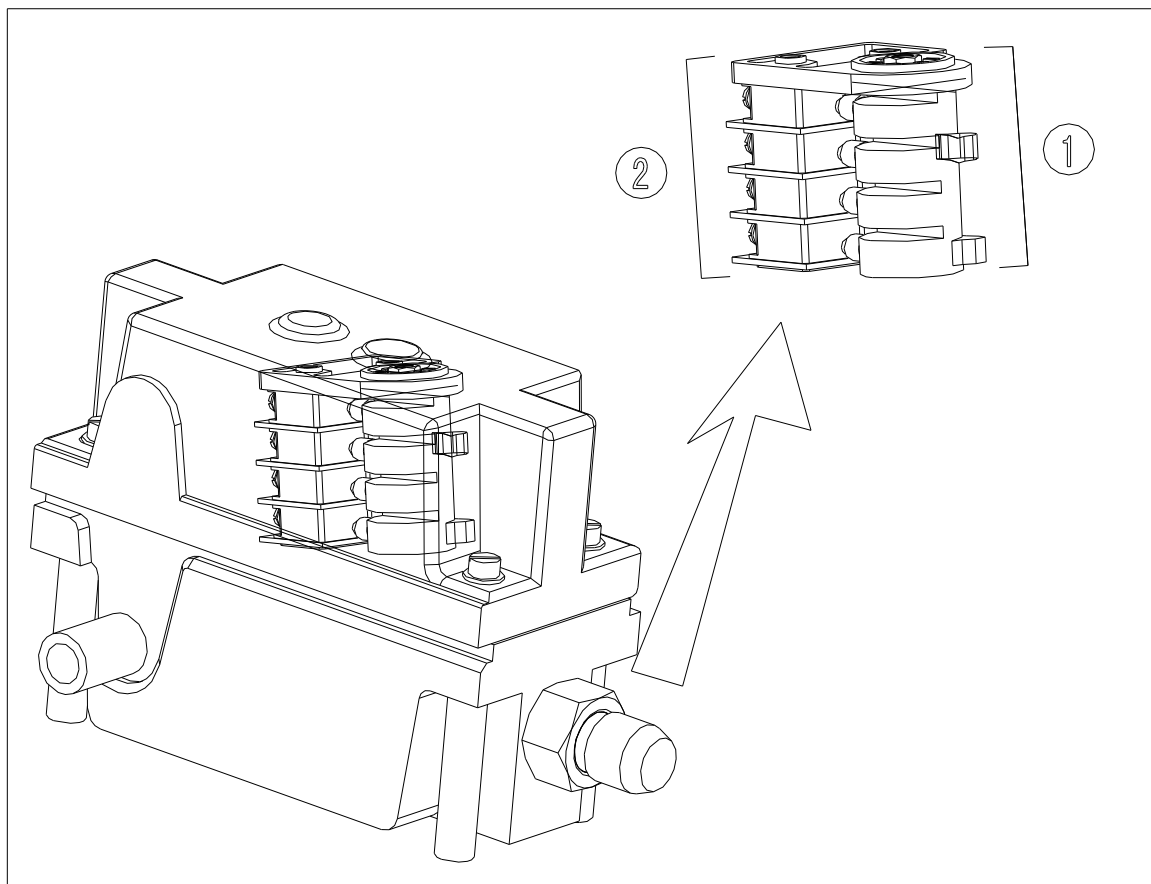

图 9.3-2 变幅机构限位器
限位器通过一个齿轮与固定在卷筒上的齿圈啮合来驱动。限位器记录卷筒的转数和钢丝绳的长度。限位器驱动凸轮①作用于开关②上，从而切断相应的动作，见图 9.3-2。